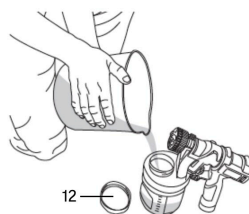

fig. 7
3. Dévissez le couvercle de remplissage rapide (n° 12) et versez la peinture/matière correctement préparée dans le godet (fig. 7).